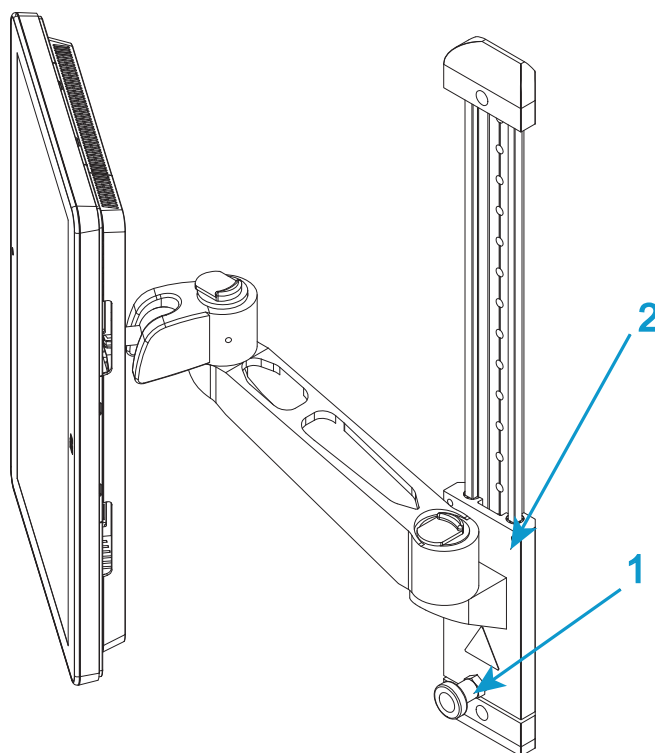

Figure 11. Réglage de la hauteur
1. Vous pouvez régler la hauteur du Tableau de bord de l'opérateur Bluehill® à la convenance de chaque opérateur. Desserrez le verrou (1 dans la Figure 11 à la page 48) et faites glisser le bras de montage (2 dans la Figure 11 à la page 48) à la hauteur souhaitée. Resserez le verrou.